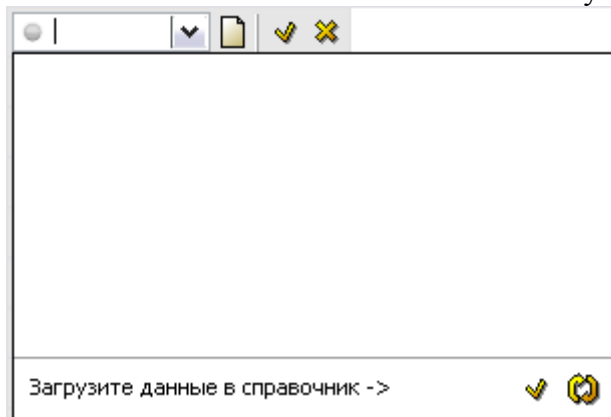

Рис. 6.24
1) Нажмите на кнопку . В появившемся окне нажмите на кнопку  (Рис. 6.24).